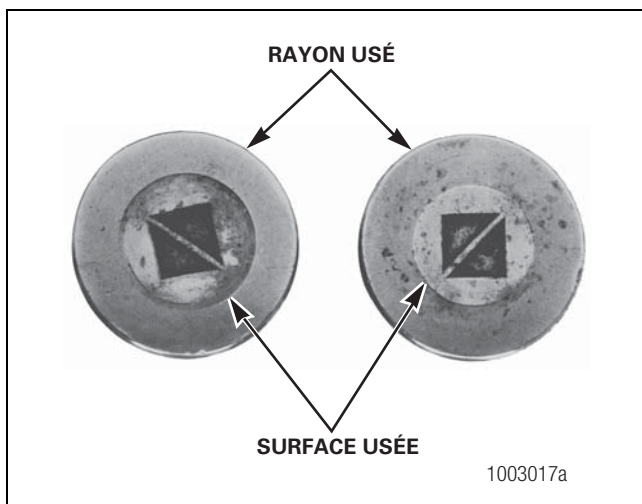

Figure 4.1
- Le rayon à l'extrémité du plus grand diamètre des rouleaux est usé et présente une arête vive. Figure 4.1.